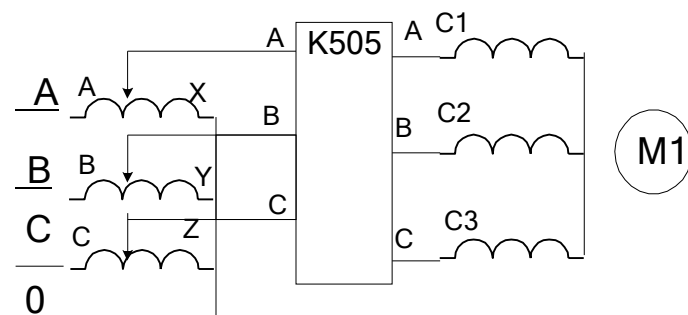

Рис.7. Схема подключения АЭД с трехфазным регулятором напряжения и измерительным комплектом К505
9. Выберите схему включения обмоток исходя из напряжения сети переменного тока и паспортных данных электродвигателя. Соберите схему согласно рис. 7. Трехфазный регулятор напряжения (РН) выполните на основе сфазированных однофазных лабораторных автотрансформаторов регулируемых.